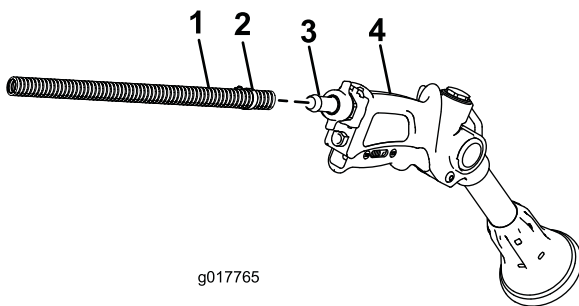

図 24
2. ホース長のもう一端をスプレーガンのフィッティングにつなぐ 図 24。